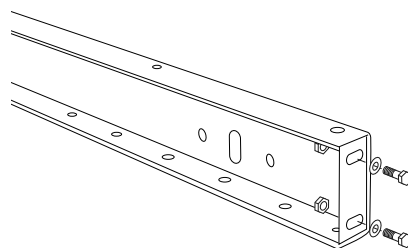

Figure 4
1. Hardware is pre-screwed into the ends of the conveyor frame. Remove the hardware using a 9/16" (14 mm) wrench. (See Figure 4)
1. Le matériel d'installation est prévisé dans les extrémités des cadres de convoyeur. Retirez le matériel d'installation en utilisant une clé de 9/16 po (14 mm). (Voir Figure 4)